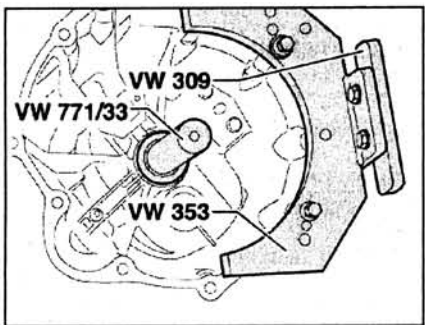

Рис. 4.52. Запрессуйте новый сальник до упора и убедитесь, что он не перекошен.
32. Запрессуйте новый сальник до упора и убедитесь, что он не перекошен (рис. 4.52).